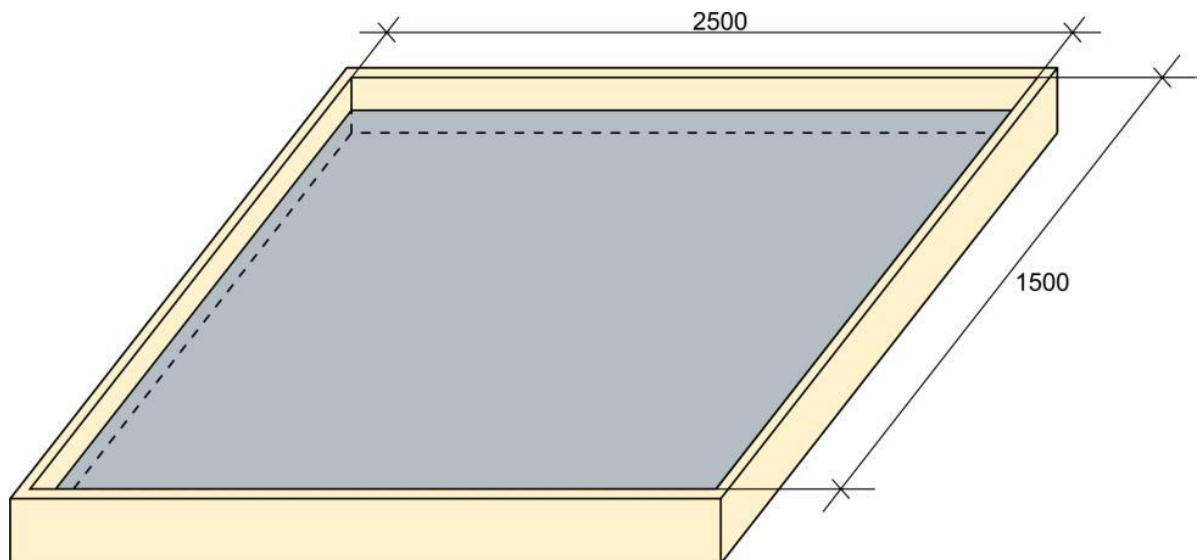

Рисунок 1.
1. Место (время) выполнения задания: Стенд из бруса (рисунок 1.).
А: Соответствие общего вида конструкции и ее размеров заданию (рисунок 1):